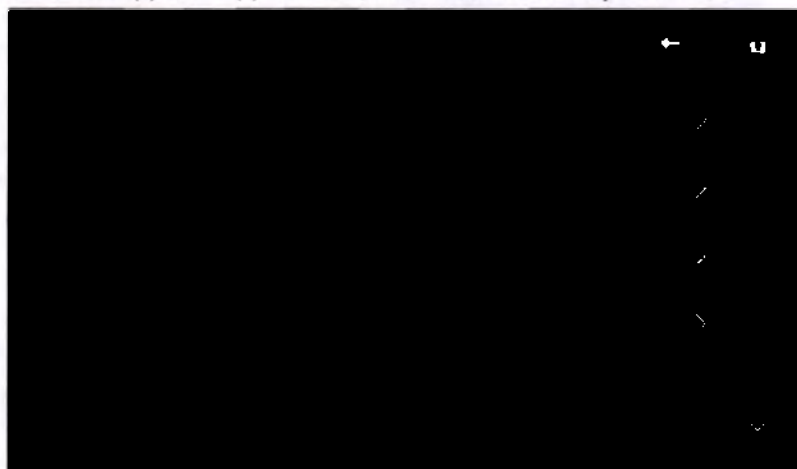

Рис.14.1 – Выбор пункта «Управление пользователями»
14.1. Для активации режима «Управление пользователями», выберите соответствующий пункт меню настроек и введите код «2014», как показано на рис.14.1.